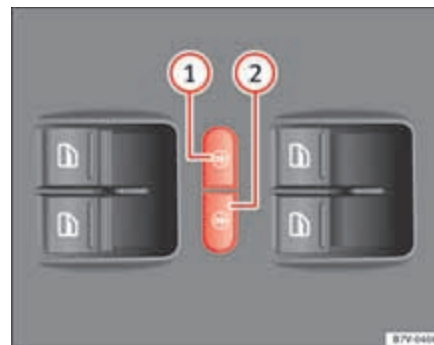

Fig. 55 En la puerta del conductor: teclas del seguro eléctrico para niños.
El seguro eléctrico para niños evita la apertura y el cierre de puertas corredizas y de los levalunas eléctricos de las mismas desde el interior, para que los niños no abran una puerta por error durante la conducción. Con la tecla izquierda ⇒ fig. 55 ① o bien derecha ②, se activa el seguro para niños en el lado trasero izquierdo o derecho, respectivamente.
Activar:	Pulse la tecla ⇒ fig. 55 ① o ②.